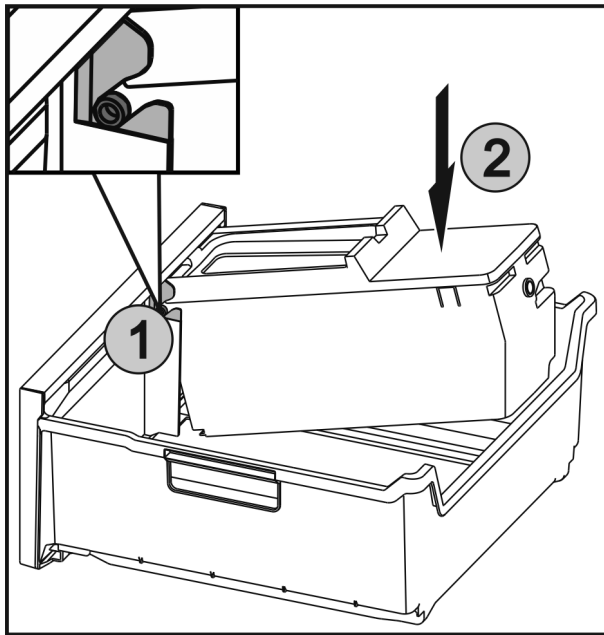

Fig. 70
- ▶ Die Achsen Fig. 70 (1) an EasyTwist-Ice in die Führungen einschieben und die hintere Seite Fig. 70 (2) bis die Lasche einrastet drücken.